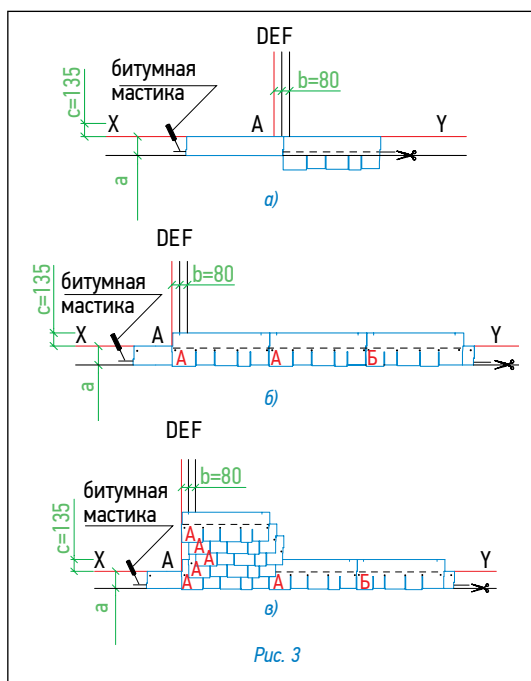

Рис. 3
Укладка материала (рис. 3)
- далее первый ряд черепицы укладывается от линии AD в следующей последовательности: тип А, тип Б (рис. 3б);
- второй ряд черепицы укладывается от линии E (со смещением 8 см от AD) (рис. 3в);